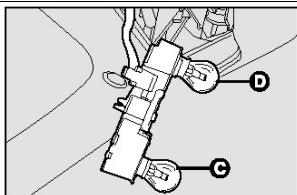

рис. 33
□ Извлечь и заменить нужную лампу, слегка надавив на нее и повернув против часовой стрелки **рис.33**: